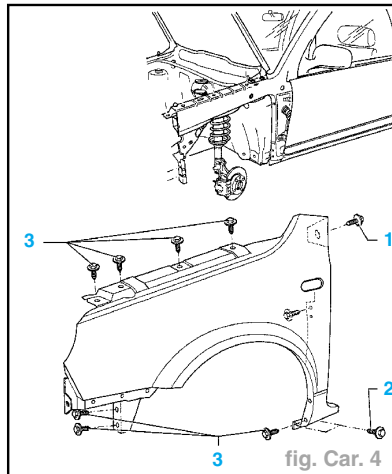

fig. Car. 4
- Dévisser les vis six pans (5), (6) et (7) et retirer le support de pare-chocs (voir encadré).
- Dévisser les vis (3) et (2).
- Retirer le porte-serrure (1) avec les pièces rapportées.
- Dévisser la vis de fixation arrière (1) entre l'aile et la porte (fig. Car. 4).
- Débarrasser la vis de fixation (2) du produit de protection de soubassement et la dévisser.
- Dévisser les autres vis de fixation (3).